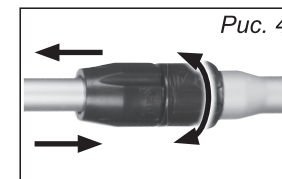

Рис. 4
3. Для модели **TR 500T** отрегулируйте необходимую длину штанги при помощи фиксатора штанги (рис. 4).